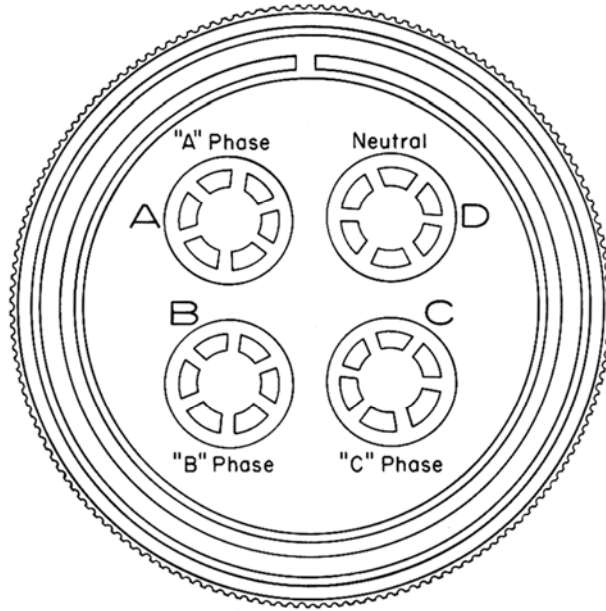
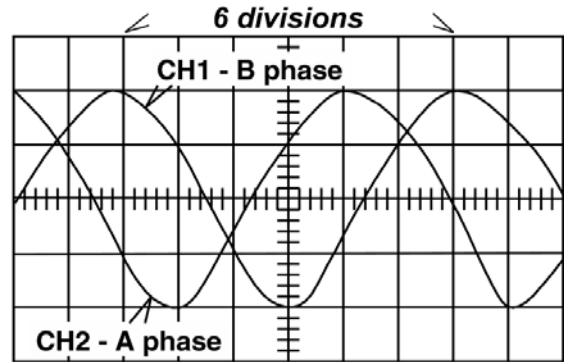
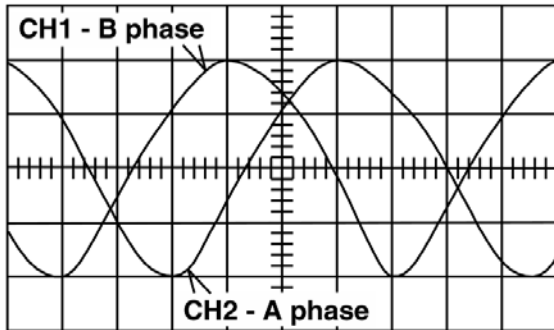

图 21. 电源电缆, 军用插头, 发送机末端
Figure 22.2 Correct phase relation for A and B phase.
Figure 22.3 Incorrect phase relation for A and B phase.
6.1.8. 正确相序为,B 滞后于 A,C 滞后于 B,二者相角都为 120 度,将 CH2 探头保持在 A 相,而将 CH1 探头置于 B 相(图 21). 如果示波器上波形,水平峰-峰信号为 6 个分度(图 22.2.), 则每一分度等于 60 度,因此,B 相信号(CH1)到右方 A 相应为二个分度(图 22.2). 如果相序不正确,B 相将超前 A 相 60 度(图 22.3).
6.1.9. 如果 B 相超前 A 相(图 22.3),.则倒置发电机上任意二个发送机.电源电缆引线头并重复节 6.1.